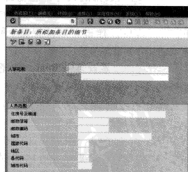

图 6-6 新增“人事范围”界面
STEP 3 单击“ 新对象”按钮，可以新增人事范围，如图 6-6 所示。在此界面中，输入要创建的人事范围编码和描述，然后填写人事范围的相关地址信息，最后单击“”按钮保存即可。另外，也可以在图 6-5 中选择某条“人事范围”，然后进行修改、删除、复制等操作。
(4) 人事子范围：人事子范围是人事范围的再一次分类，具体分类方式可以依据公司本身的特点灵活定义。可直接在人事范围中分类生成。用途：定义国家分组（如果你的公司是跨国性公司，并且各国实施不同的人事制度），为时间管理中的工作计划，为考勤类别提供分类，为薪酬提供基础分类，为同一个人事范围中不同的薪酬分类，其他自行定义的分类标准。